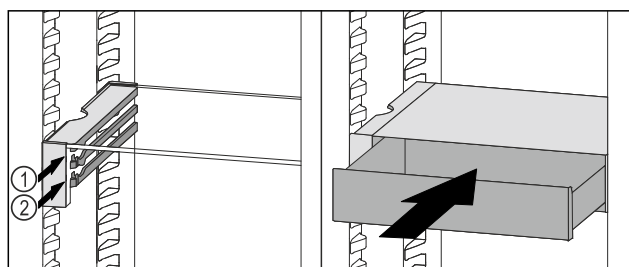

Fig. 124
- Nasadte zásuvku VarioSafe za zarážky na požadovaném žebro Fig. 124 (1) nebo Fig. 124 (2).